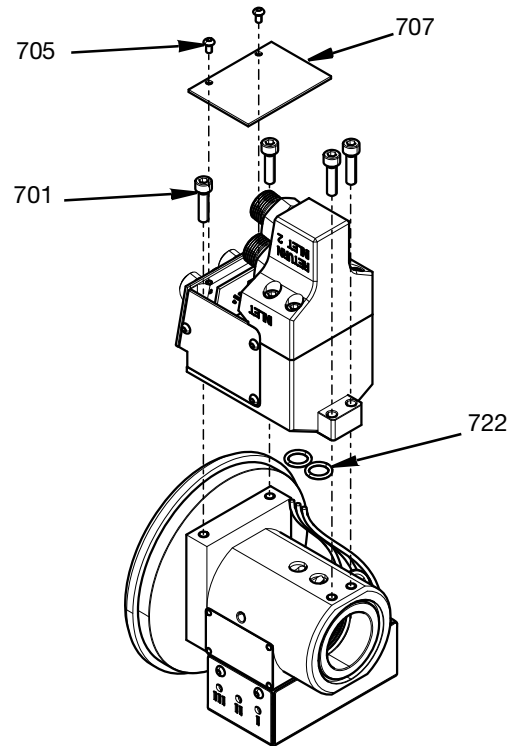

FIG. 18
Se pueden acceder entonces a los sensores o tapones. Antes de volver a montar, deben sustituirse las juntas tóricas (722) por otras nuevas. Consulte la FIG. 18.